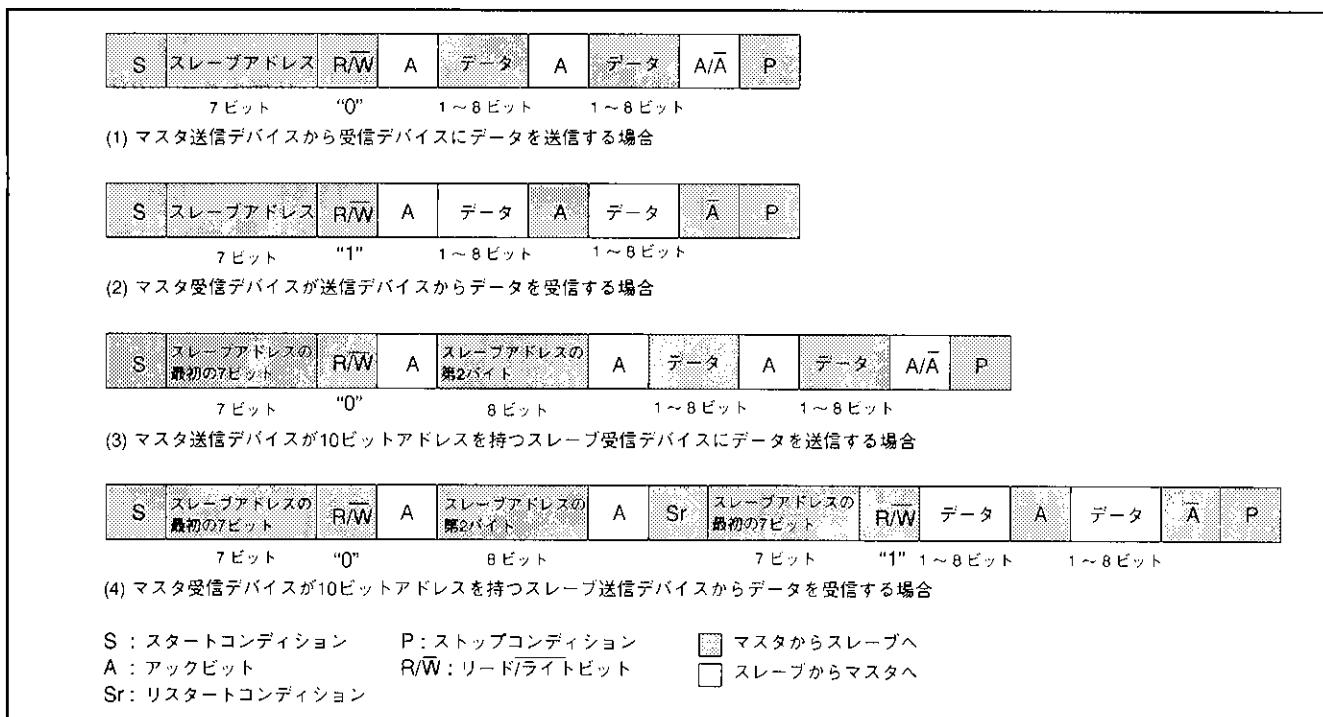

図25. アドレスデータ通信フォーマット
①7ビットアドレスシングフォーマット
7ビットアドレスシングフォーマットに対応するために、I2Cコントロールレジスタ(00DA16番地)の10BIT SADビットを“0”にしてください。マスターから送信された最初の7ビットのアドレスデータと、I2Cアドレスレジスタ(00D816番地)に格納された上位7ビットのスレーブアドレスを比較します。この比較時には、I2Cアドレスレジスタ(00D816番地)のRBWビットのアドレス比較は行われません。7ビットアドレスシングフォーマット時のデータ伝送フォーマットは図25の(1), (2)を参照してください。
②10ビットアドレスシングフォーマット
1バイト目のアドレスデータとスレーブアドレスが一致した場合には、I2Cステータスレジスタ(00D916番地)のAASビットが“1”にセットされます。2バイト目のアドレスデータは、I2Cデータシフトレジスタ(00D716番地)に格納した後、ソフトウェアで2バイト目のアドレスデータとスレーブアドレスのアドレス比較を行ってください。2バイトのアドレスデータとスレーブアドレスが一致した場合には、I2Cアドレスレジスタ(00D816番地)のRBWビットをソフトウェアで“1”にしてください。この処理により、リスタートコンディション検出後に受信する7ビットのスレーブアドレス及びR/WのデータとI2Cアドレスレジスタ(00D816番地)の値を一致させることができます。10ビットアドレスシングフォーマット時のデータ伝送フォーマットは図25の(3), (4)を参照してください。